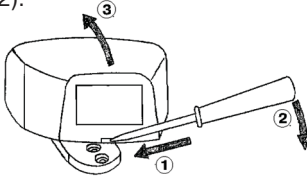

Рисунок 2
1. Чтобы снять крышку корпуса, вставьте небольшую отвертку в щель фиксатора в нижней части корпуса и отожмите его (рисунок 2).